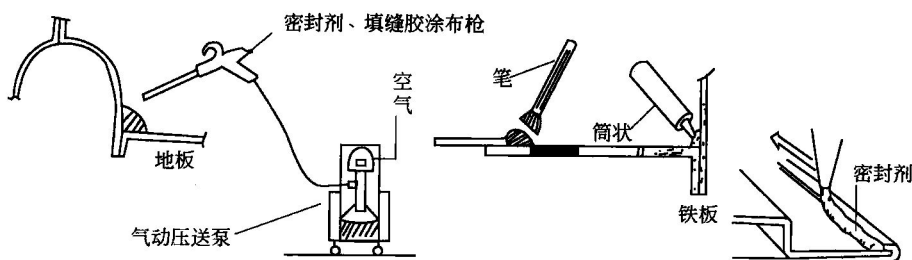

图 1-4 涂装密封剂、填缝胶
③涂装密封剂、填缝胶和车底保护涂装。车身构件上有很多焊点、接缝，需要涂装密封剂，以防止车辆使用过程中水、气侵入这些部位，使车身防腐能力下降。车体接合断面涂布填缝胶，防止外部雨水、灰尘渗入车室内，如图 1-4 所示。